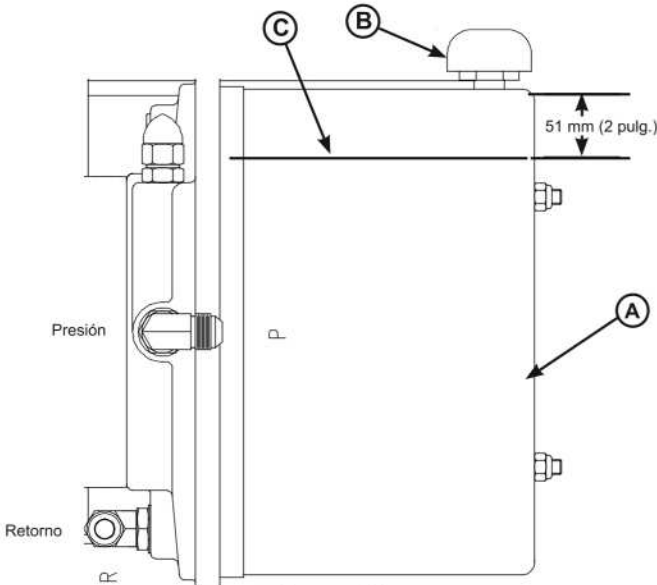

Figura 32
4. Retire la tapa de respiradero (B). Consulte la Figura 32.
5. Mida el nivel de líquido. El nivel de líquido debe estar aproximadamente a 51 mm (2 pulg.) de la parte superior del depósito (C) con la plataforma almacenada y el labio en posición plegada.
7. Instale la tapa de respiradero (B).